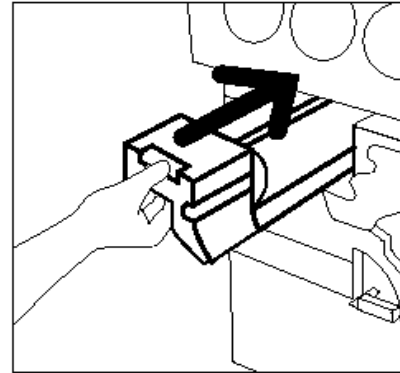

Figure 32 : Insertion de la nouvelle cartouche d'impression
- 7** Alignez la nouvelle cartouche d'impression avec la flèche marquée sur la machine, puis insérez la cartouche (voir la figure 32).